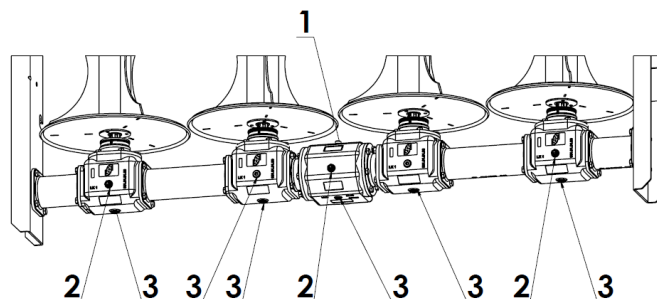

Abbildung 26. Getriebeölstand-Kontrollstellen des Streuwerkes:
Um das Öl aus dem Getriebe abzulassen (Abb. 26), die Ablassschrauben (3) herausschrauben. Füllen Sie das Getriebe über den Öleinfüllstutzen (1) mit neuem Öl, bis Öl im Schauglas (2) erscheint. Der richtige Ölstand ist erreicht, wenn das Öl in der Mitte des Schauglases sichtbar ist. Im Streuwerkgetriebe sind die einzelnen Getriebegehäuse miteinander verbunden, so dass der Ölstand der gesamten Einheit nur über die Einfüllöffnung des Zentralgehäuses gefüllt und überprüft wird.